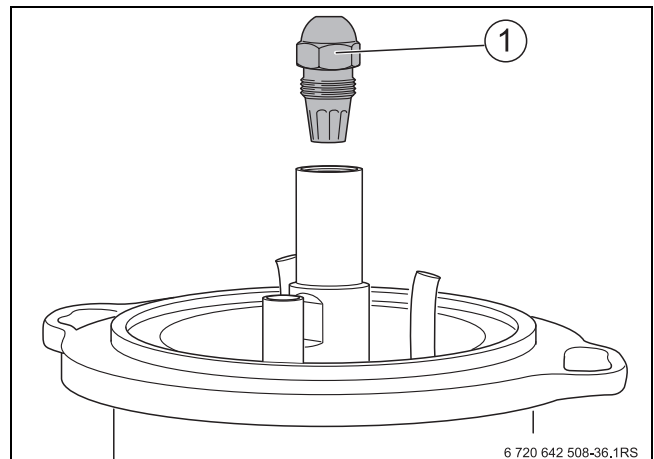

Bild 51 Düse abschrauben
- ▶ Düse abschrauben (→ Bild 51, Seite 58).